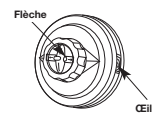

Fig. 14
1. Alignez les flèches sur le bouton de bosse avec les oeillets de couverture de bobine, si elles ne sont pas déjà (Fig. 14).